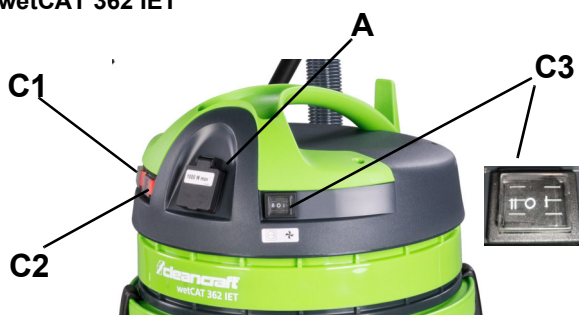

Abb. 5: Steckdose & Motorschalter
Zusätzliche Steckdose (Pos. A, Abb.5)
Motorschalter: Modell wetCAT 362 ET (Pos. B1, B2 und B3, Abb.5)
- Motor 3 (Pos. B3, Abb. 5) ist nur ohne angeschlossenen Verbraucher zuschaltbar.
- Mit zwei laufenden Motoren (Pos. B1 und B2, Abb. 5), ist es möglich ein Elektrowerkzeug mit Max. 1000 W Leistung anzuschalten.
Motorschalter: Modell wetCAT 362 IET (Pos. C1,C2 und C3, Abb. 5)
Über die zwei roten Schalter (Pos. C1 und C2, Abb. 5) ist die Leistungsstufe wählbar..
Der dritte Schalter (Pos. C3, Abb. 5) bestimmt den Betriebsmodus: